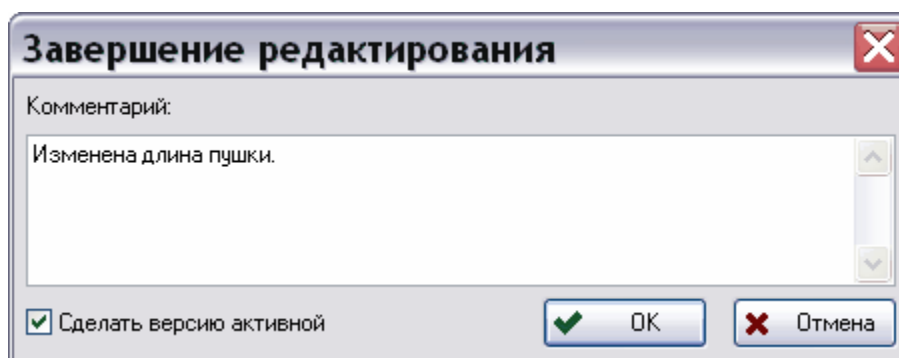

Рис. 51
1. Если в окне SolidWorks на панели инструментов PSS нажать на кнопку **Сохранить и завершить редактирование** , то появится диалоговое окно **Завершение редактирования** (Рис. 51). Перейдите к пункту 6.
5. Нажмите на кнопку **Сохранить выделенные в БД и завершить редактирование** . После этого появится диалоговое окно **Завершение редактирования** (Рис. 51).
6. Введите комментарий о внесенных изменениях (Рис. 51).